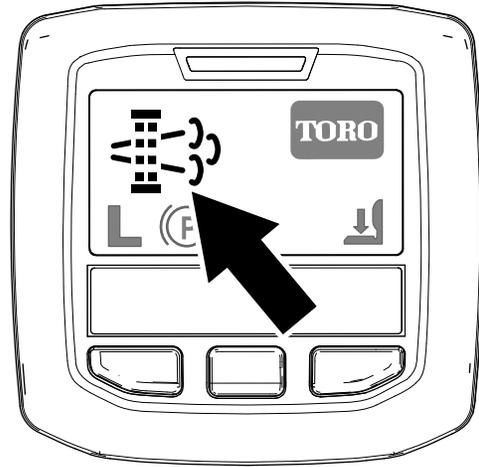

Bild 30
- Das Symbol für die geparkte Regenerierung wird im InfoCenter angezeigt (Bild 30).